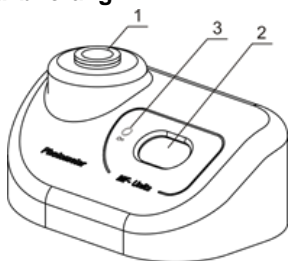

Abbildung 3. Vorderansicht
- Prüfen Sie, ob sich der Adapter gemäß **A-16** in der Steckdose befindet (Abb. 3/1). Das Gerät ist werkseitig für den Betrieb mit den Reagenzgläser aus Glas mit 16 mm Außendurchmesser. Um andere Reagenzgläser zu verwenden, kalibrieren Sie das Gerät erneut, siehe Abschnitt **Kalibrierung**.
- 5.2. Folgende Anzeige kann auf dem Display angezeigt werden (Abb. 3/2):
Anmerkung. Das Display von **DEN-1B** schaltet sich aus, wenn sich eine Minute lang kein Röhrchen im Steckplatz befindet. Drücken Sie die Taste **On** (Ein) (Abb. 3/3), um das Gerät zu aktivieren.
- 5.3. Schütteln Sie das Röhrchen mit der Lösung (es empfiehlt sich, zum Schütteln einen Vortex zu nutzen, z.B. Personal Vortex V-1 plus) und stecken Sie es in den Steckplatz des Densitometers (Abb. 3/1). Der McFarland-Wert der Lösung erscheint auf dem Display (Abb. 3/2).
- 6.6.2. **Transparenter Standard.** Das Display zeigt die Anzeige nach **0.00**. Standard für **0.00**-Wert in die Steckdose (Abb. 3/1) des Geräts einstecken. Wenn der Standardwert für 0,00 nicht verfügbar ist, füllen Sie den Schlauch (der für den Betrieb verwendeten Art) mit destilliertem Wasser. Verwenden Sie die Tube als Wertstandard nach **0,00**. Taste **Installieren** drücken, um den transparenten Standardwert zu speichern. Das Display zeigt den nächsten erforderlichen Kalibrierungswert.
- 6.7. **Gemeinsame Kalibrierregeln.** Das Display zeigt den erforderlichen Kalibrierungswert an. Stecken Sie den erforderlichen Standard in die Buchse (Abb. 3/1) des Geräts und drücken Sie die Taste **Installieren**, um den Wert für den aktuellen Standard zu speichern.